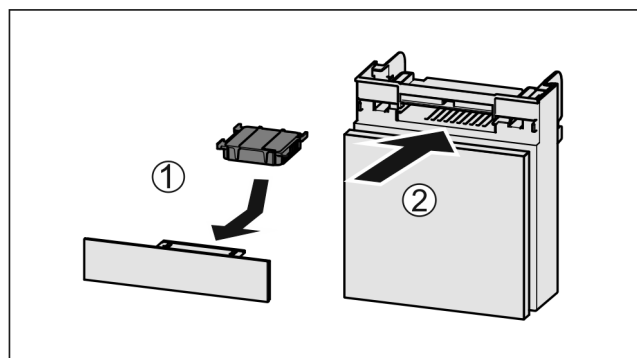

Fig. 127
- ▶ Insérer le filtre à charbon actif d'après le schéma Fig. 127 (1).
- ▶ Insérer le compartiment Fig. 127 (2).